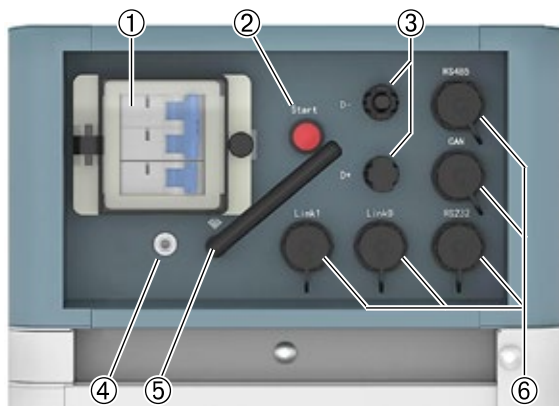

Fig. 4.5 - Modulo di controllo (FC0500M-40S-V2)
- Scollegare i cavi di alimentazione **D+** e **D-** (4, Fig. 4.5), il cavo di comunicazione (5, Fig. 4.8) e il cavo di messa a terra (6, Fig. 4.5).